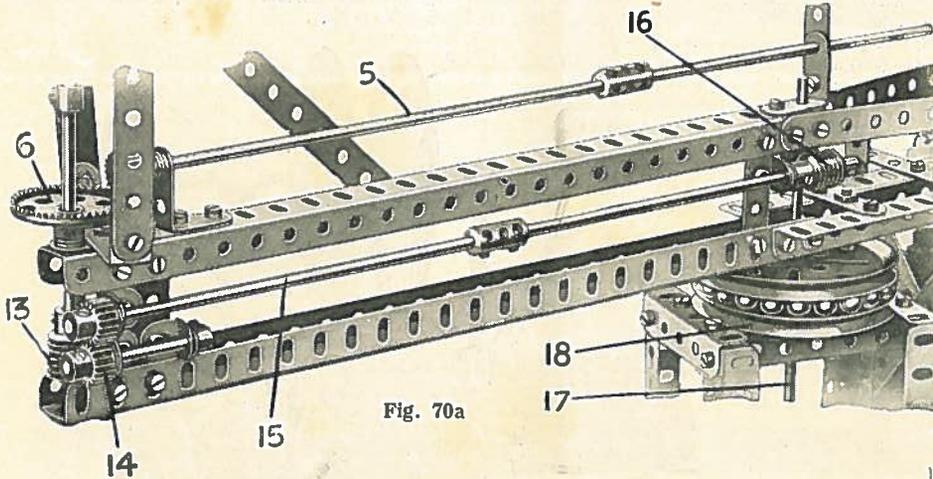

Fig. 70a
En Fig. 70A se ilustra la extremidad opuesta del brazo principal giratorio. Se puede notar que la parte inferior del árbol de la Tierra lleva un Engranaje sin fin (13) que engrana con un Piñón diám. 12 m.m. colocado en una Varilla corta que tiene sus cojinetes en la extremidad del brazo. Dicho Piñón (14) engrana con otro Piñón montado en la extremidad de una Varilla (15), la cual consiste en dos Varillas de 16, 5 c.m. fijadas en sus extremidades por medio de un Acoplamiento. En la otra extremidad de esta Varilla se encuentra otro Engranaje sin fin que engrana con los dientes de un Piñón diám. 12 m.m. colocado en una Varilla vertical (17).